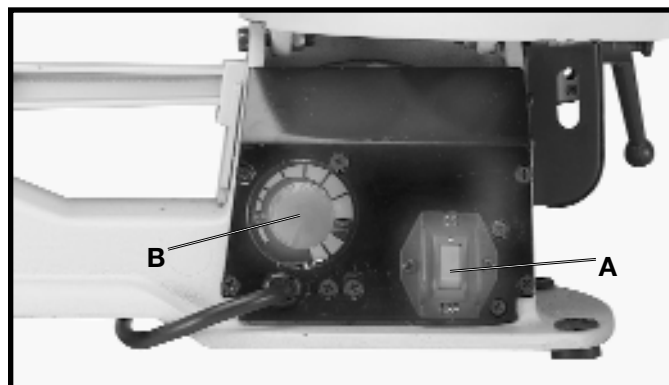

Fig. 17
El interruptor de encendido/apagado (A) Fig. 17 y el interruptor de velocidad variable (B) están ubicados en el costado izquierdo de la base de la sierra de calar, de la manera que se ilustra. Para **ENCENDER** la sierra, presione la parte superior del interruptor (A), y para **APAGAR** la sierra, presione la parte inferior del interruptor (A).
Esta sierra de calar se suministra con velocidades variables de 400 a 1800 golpes de cortado por minuto. Cuando el interruptor de velocidad variable (B) Fig. 17 se gira lo más posible a la izquierda (contra las manecillas del reloj), la velocidad será de 400 golpes de cortado por minuto. Para aumentar los golpes por minuto, gire el interruptor (B) a la derecha (con las manecillas del reloj) hasta obtener la velocidad deseada. Cuando el interruptor (B) se gira lo más posible a la derecha (con las manecillas del reloj), la velocidad será de 1800 golpes de cortado.